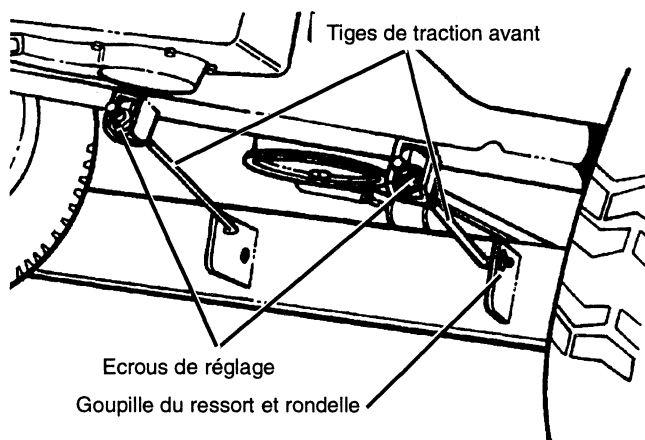

FIGURE 46
traction de la tondeuse à l'avant du bloc tondeuse (voir Fig. 46).
- Fixer les tiges de traction à l'avant du bloc tondeuse avec des rondelles et des goupilles (voir Fig. 46).